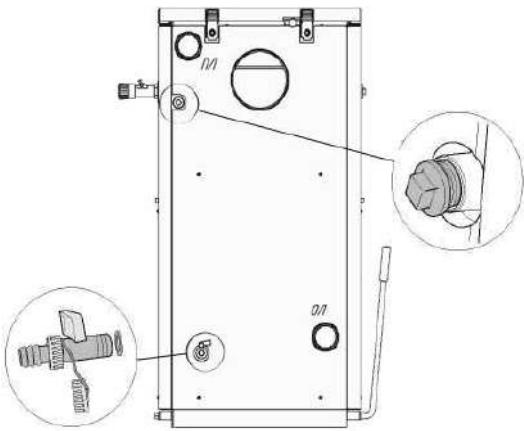

Рис. 10 Гидравлические подключения
- Установить заглушки (при наличии в модели котла) и кран для наполнения и слива теплоносителя с уплотнением пенькой, на соответствующие патрубки (см. Рис.10)
Рис. 10а Схема закрытой системы отопления